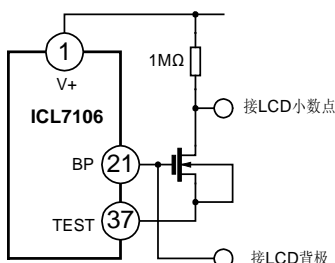
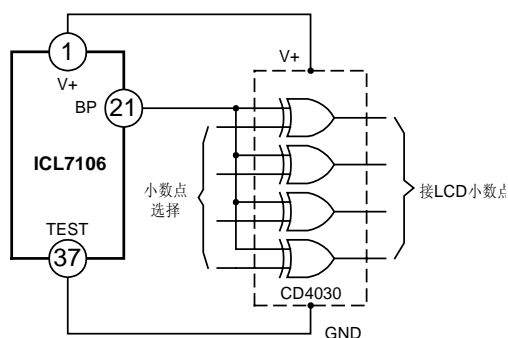

图5. 为固定小数点显示所采用的简单反向器
图6. 为多个小数点选择显示所采用的异或门电路
**TEST**管脚提供两个功能。在ICL7106电路中，它通过一 $500\Omega$  的电阻连接到内部产生的数字部分电源。这样，它能提供外部产生的LCD字符端驱动电路的负电源。这些LCD驱动器可用于驱动显示小数点或其它用户希望在LCD屏上显示的图形或字符。图5和图6表示了这样的应用，注意这时所加的负载电流不能超过 $1\text{mA}$ 。